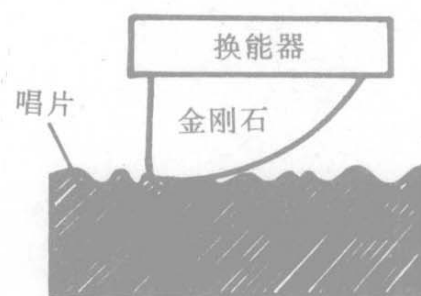

图 1-1
(1) 不是直接记录电视信号，而是在记录前对图像和声音信号进行频率调制；
(2) 把传统的唱针改为刚性滑针结构（如图 1-1 示）。